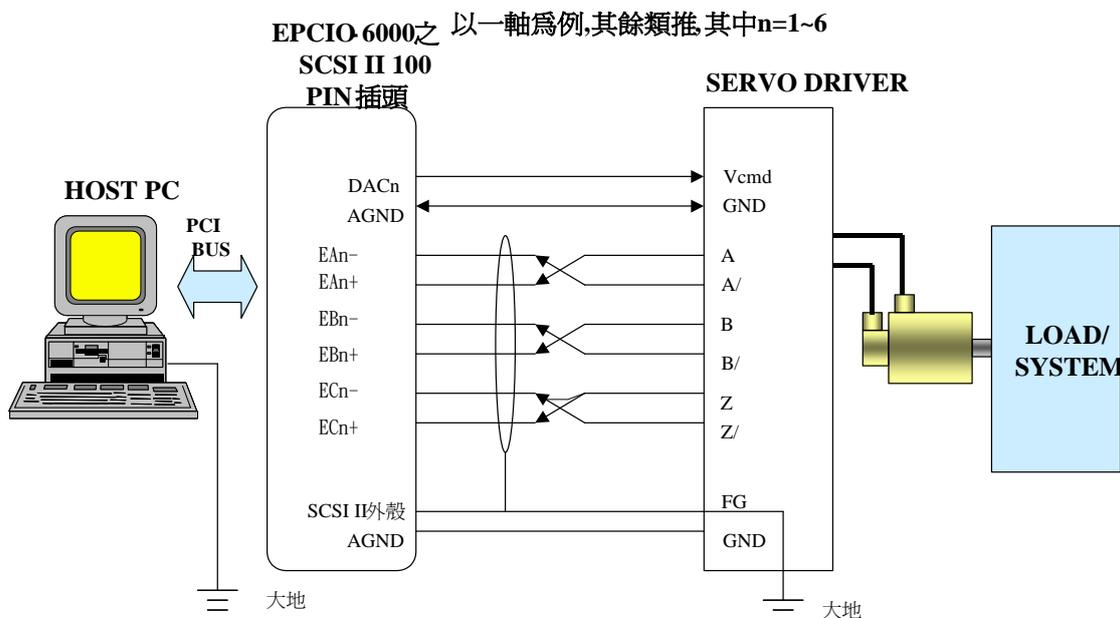

Fig.3-4
- SERVO DRIVER 之馬達編碼器訊號(A/B/Z 訊號),須以 DIFFERENTIAL 型式接回 EPCIO-6000(如 Fig.3-4 所示),建議 A 與 A/、B 與 B/、Z 與 Z/這三組訊號均使用對絞線以降低共模雜訊,另外如圖所示使用隔離網將這三組線與外界隔離,以降低外界對傳輸之干擾。